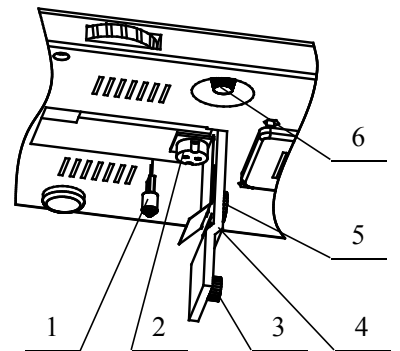

图 14
**GMM-500 下光源灯泡的更换**，见图 14。
见图 14。